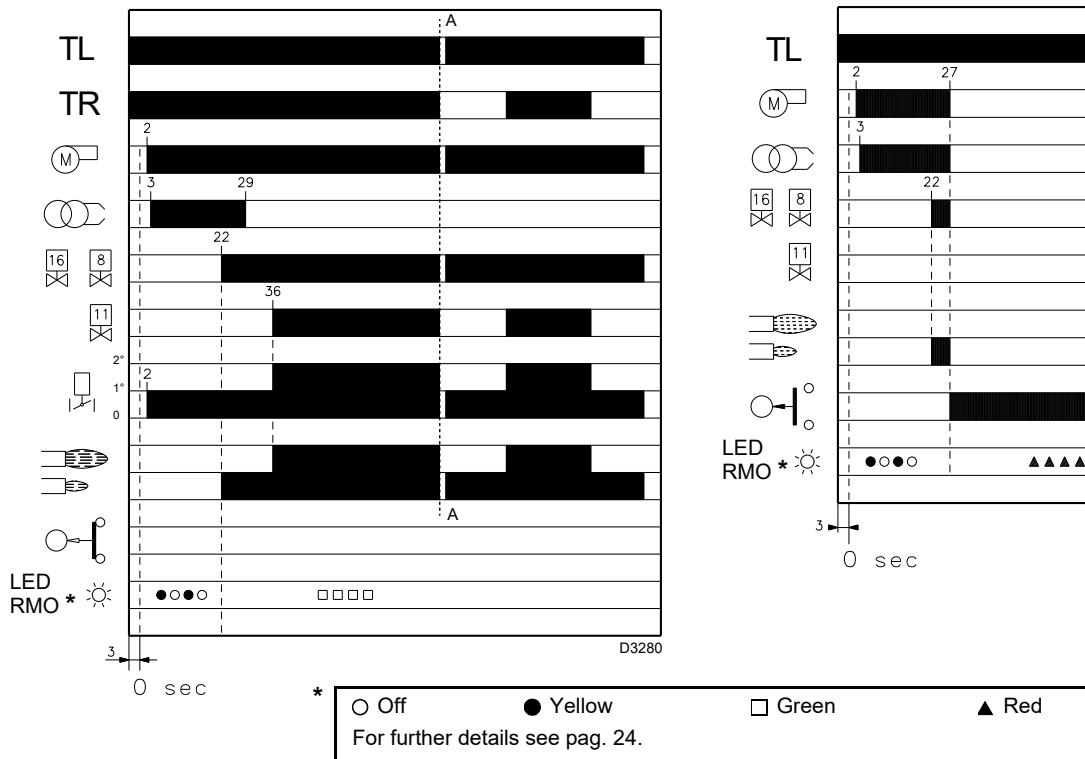
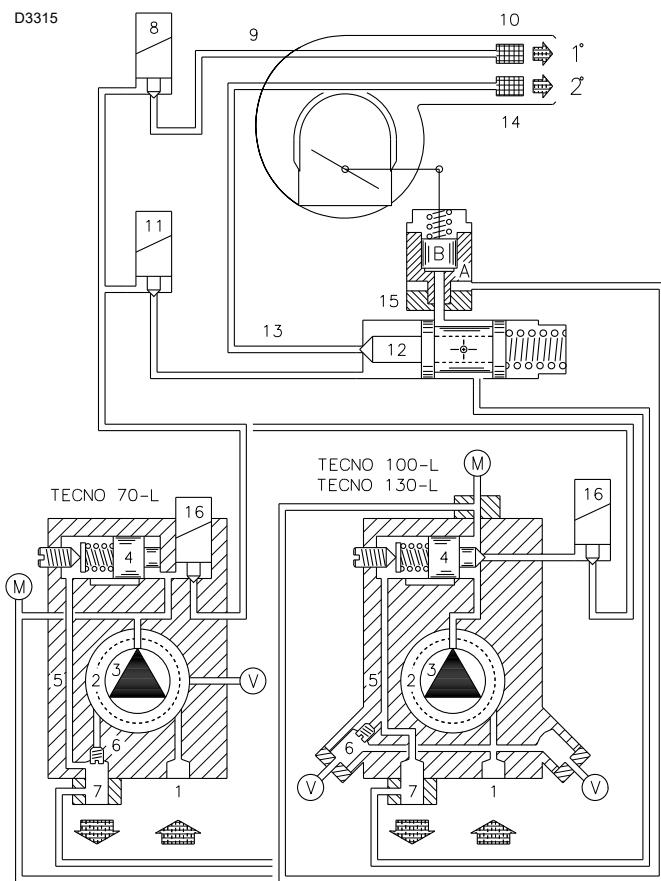

Fig. 26
Fig. 27
7.2.1 Burner starting (Fig. 26) - (Fig. 27)